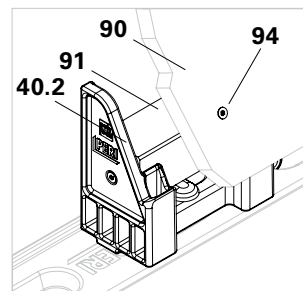

Fig. A4.07
1. Inserire nell'attacco DES un travetto squadrato in legno (91) di dimensioni 50 x 50 x 120 mm e fissarlo con viti Torx 5 x 15.
3. Avvitare il pannello in legno per la prolunga (90) al travetto in legno con almeno 2 viti Torx 5 x 40.
- Come tramoggia, avvitare al lato obliquo (40.2). (Fig. A4.07)